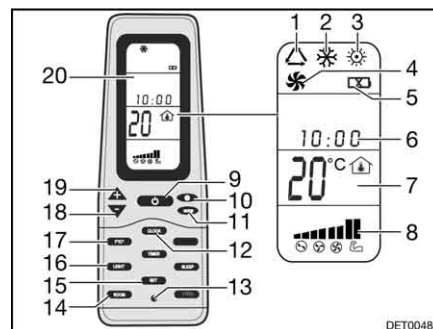

Fig. 171 Télécommande
- Appuyer sur la touche ON/OFF (Fig. 171,9).
- Appuyer sur la touche "Mode" (Fig. 171,11) autant de fois que nécessaire pour que le mode de fonctionnement souhaité (Fig. 171,1, 2, 3 ou 4) s'affiche à l'écran (Fig. 171,20).
- Régler la température désirée à l'aide des touches "+" (Fig. 171,19) et "-" (Fig. 171,18).
- Sélectionner le niveau de ventilation souhaité à l'aide de la touche de vitesse du ventilateur (Fig. 171,10).